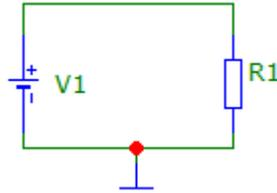

Рис. 4.1 - Схема исследования параметров резистора по постоянному току
1. Нарисовать в редакторе программы Micro-Cap схему с идеальной моделью линейного резистора (Рис. 4.1). Сопротивление резистора  $100 * NN$  Ом, где  $NN$  – номер варианта (номер в журнале посещаемости). Источник  $V1$  – источник постоянного напряжения (батарея). Напряжение источника  $10 * NN$  В. Указать на схеме группу и номер варианта.